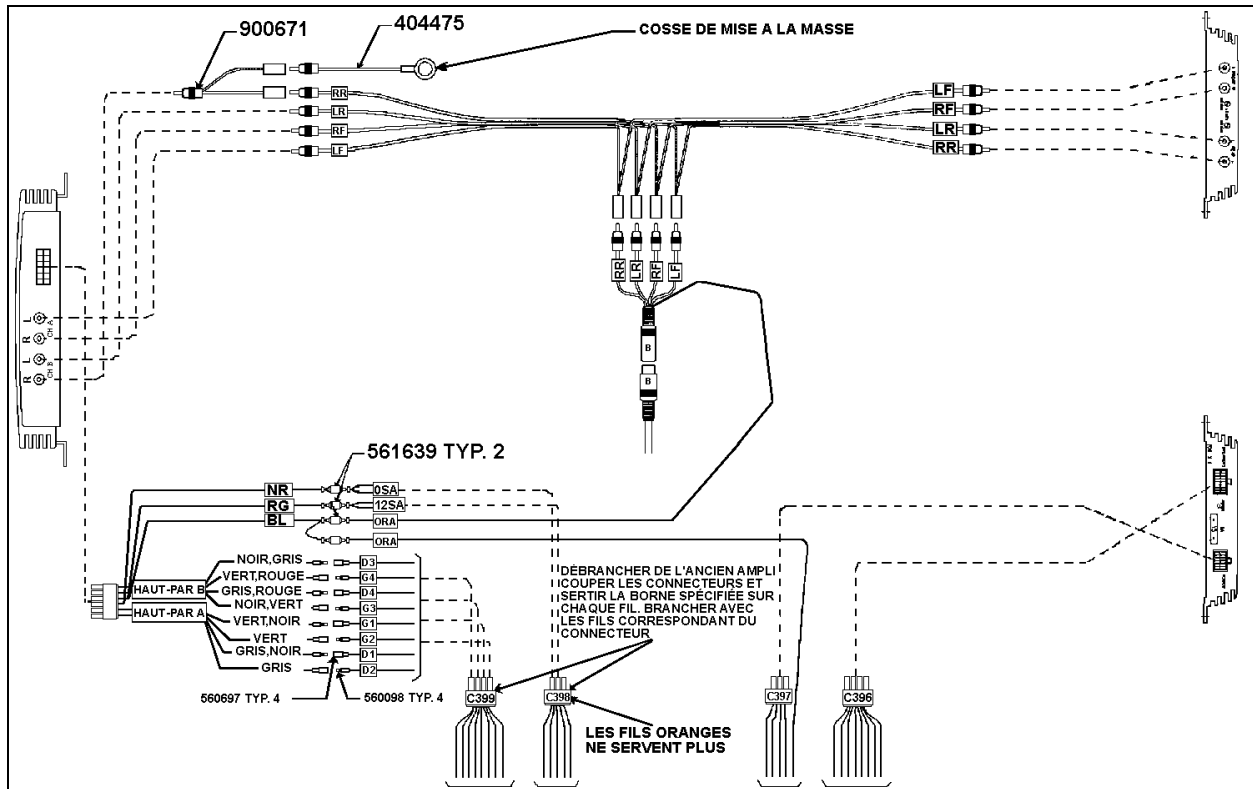

FIGURE 14
Remarque: Se référer à la figure 14 pour le schéma électrique de l'installation de l'amplificateur.
9. Réinstaller l'amplificateur dans le compartiment avec les boulons existants, si nécessaire, percer de nouveaux trous dans les supports pour fixer l'amplificateur à la structure. Faire le branchement du câblage selon la figure 14.